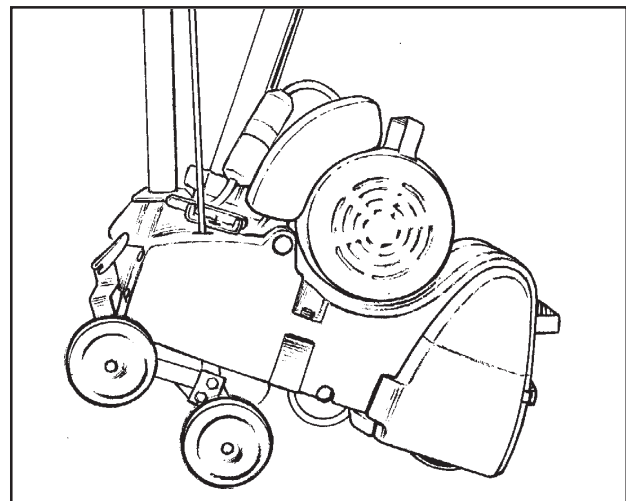

Figure 3
- Avec le mécanisme du charriot (diable) en place conforme à la description ci-dessus, basculez l'appareil en soulevant la poignée de l'opérateur vers le haut et l'avant pour soulever du plancher/sol l'arrière de l'appareil pour permettre au charriot (diable) de glisser sous celui-ci. (Voir figure 3)